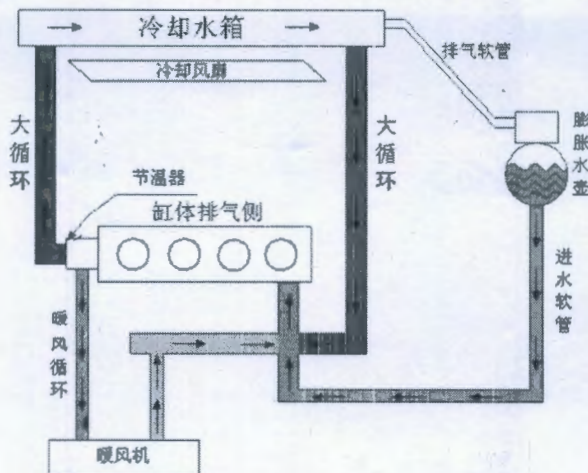

图 5: 发动机水路安装示意图
- ✧ 发动机水路安装如图 5 所示：增程器机组出厂时暖风循环接口已用硅胶帽封堵，用户可以根据需要自行连接暖风循环。